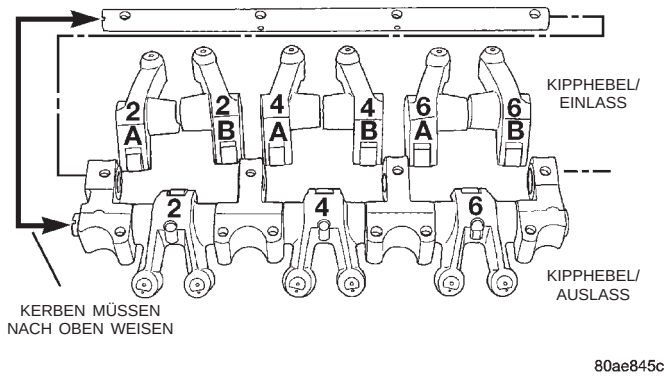

Abb. 55 Kipphebelwelle und Kipphebel kennzeichnen — Linke Zylinderreihe
(1) Ventildeckel wie in diesem Kapitel beschrieben abbauen.
(2) Kipphebelwelle sowie die zugehörigen Kipphebel vor dem Zerlegen eindeutig kennzeichnen (Abb. 55).
(3) Befestigungsschrauben der Kipphebelwelle lösen.
(4) Kipphebelwelle abnehmen.
HINWEIS: Die Kerben an der Kipphebelwelle müssen nach oben weisen (Abb. 55). Die Kerben an der rechten Zylinderreihe müssen zur Rückseite des Motors weisen. Die Kerben an der linken Zylinderreihe müssen zur Vorderseite des Motors weisen.